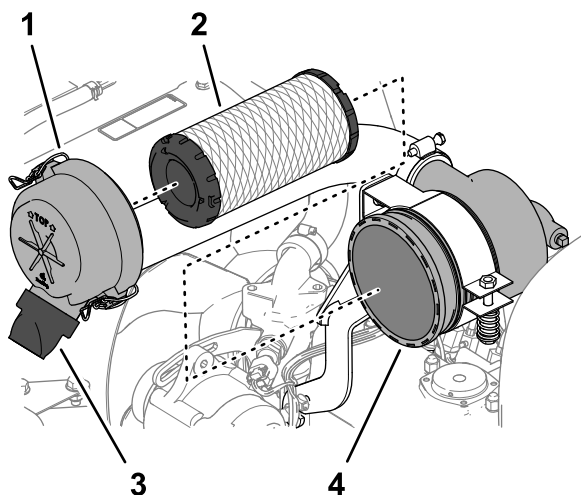

Рисунок 70
3. Отпустите защелки, фиксирующие крышку воздухоочистителя на его корпусе (Рисунок 70).
6. Снимите элемент фильтра (Рисунок 70).
7. Снимите резиновый выпускной клапан (Рисунок 70) с отверстия выпуска загрязнений на крышке воздухоочистителя.